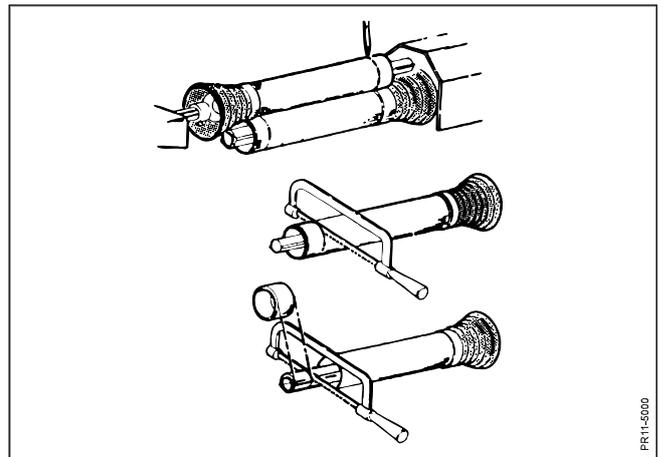

Fig. 2-10
- Fig. 2-10:** Das Verfahren bei Abkürzung: